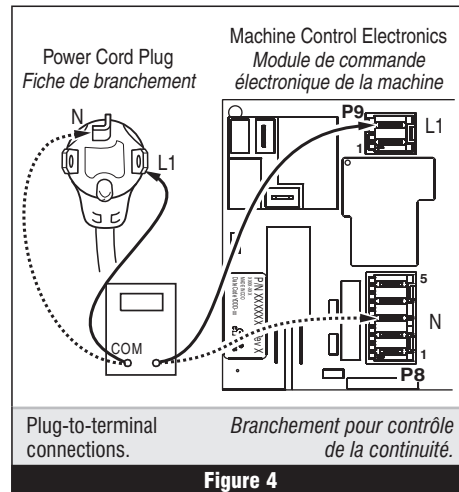

Figure 4
4. With an ohmmeter, check the continuity from L1 and N plug terminals of the power cord to the terminals for L1 and N on the machine control electronics. See figure 4.
4. Avec un ohmmètre, contrôler la continuité entre les broches L1 et N de la fiche de branchement du cordon d'alimentation et les bornes L1 et N du système de commande électronique de la machine. Voir figure 4.